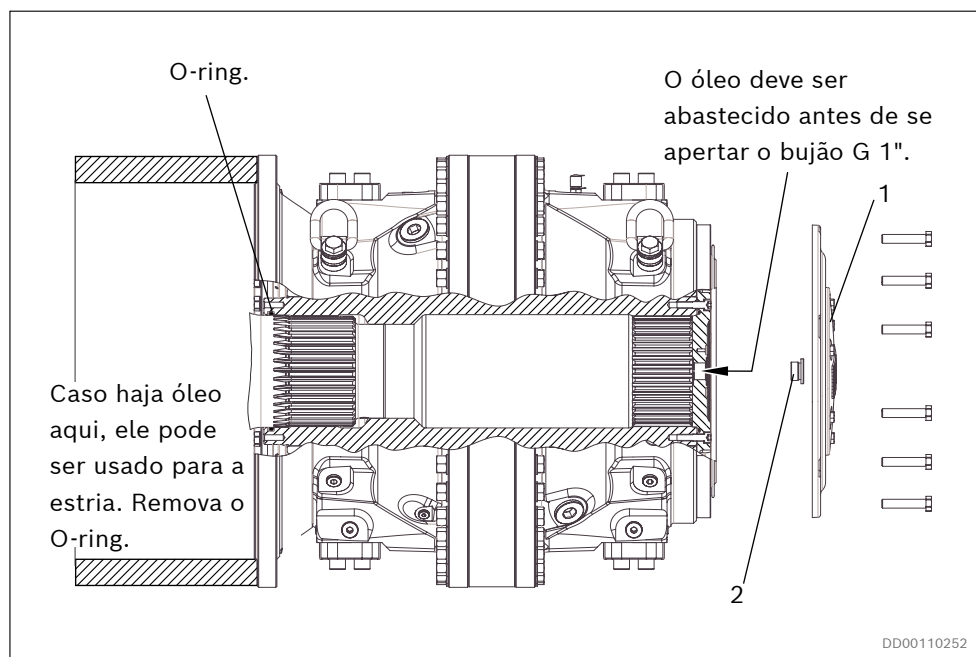

Fig. 42: Motor montado em flanges, eixo na horizontal
2. Adicione óleo hidráulico na rosca G 1". Consulte a *Fig. 42*.